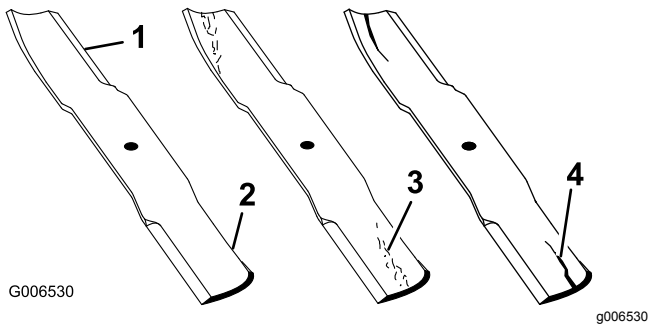

Bild 49
1. Untersuchen Sie die Schnittkanten (Bild 49).
2. Prüfen Sie die Schnittmesser, insbesondere den gebogenen Bereich (Bild 49).
Hinweis: Montieren Sie, wenn Sie Schäden, Verschleiß oder Rillenbildung in diesem Bereich feststellen (Bild 49), sofort ein neues Schnittmesser.